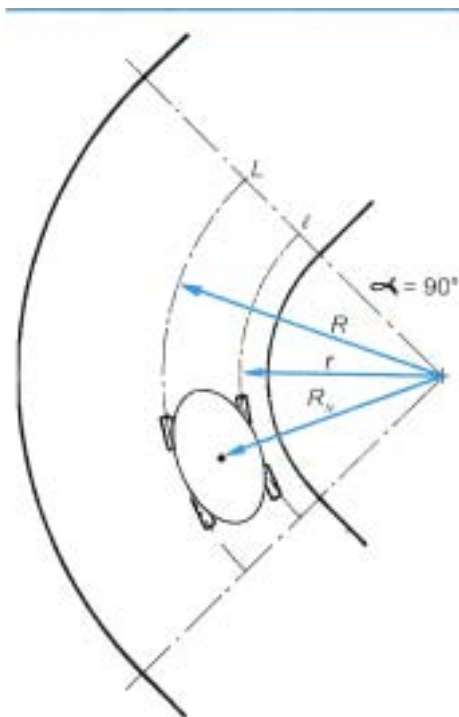

Figure 7.1 • Vitesse des roues en virage.
- **en ligne droite**, le centre (G) du véhicule ainsi que les roues parcourent la même distance et ont donc la même vitesse ;
- **en virage** (figure 7.1), les mêmes éléments parcourent un arc de cercle de rayon :